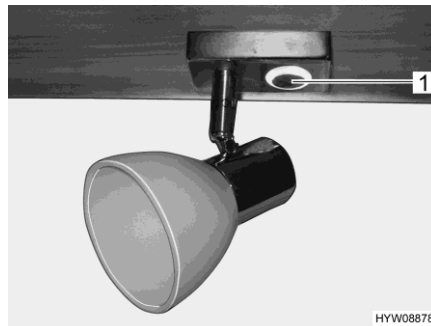

Bild 62 Lampa med brytare
- Rör kort vid brytaren (Bild 62,1). Brytaren lyser som dimmerljus.